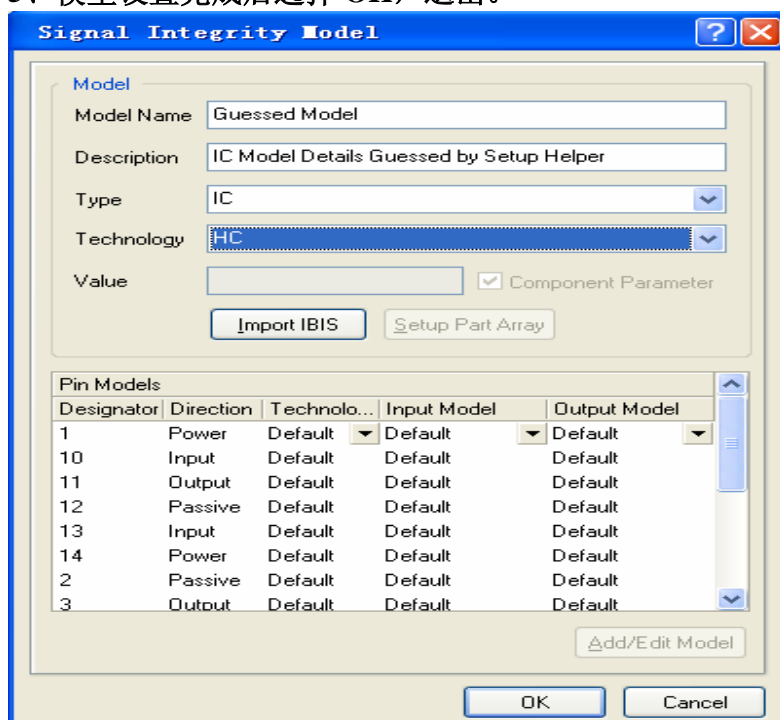

图 9
- 1、双击需要修改模型的器件（U1）的 Status 部分，弹出相应的窗口如图 9